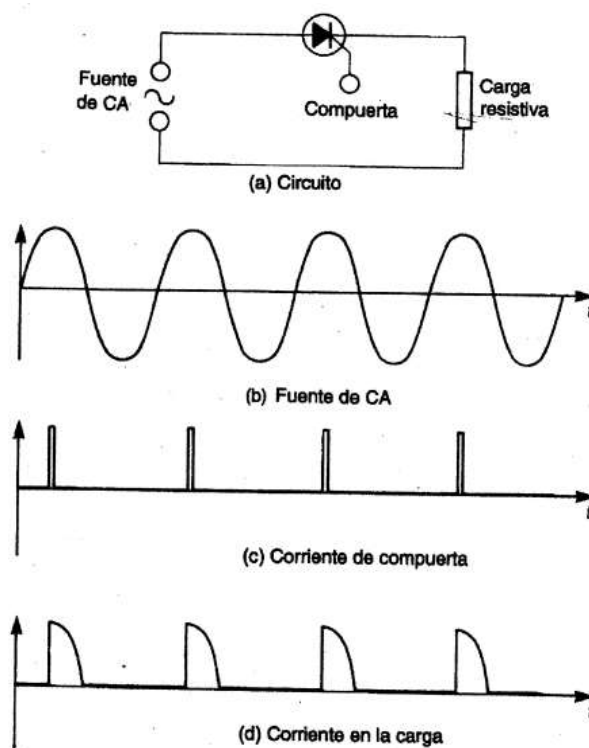

Figura 7.43 Uso de un tiristor en la regulación de la potencia de CA.
Aunque el tiristor se puede usar en aplicaciones de CD, se le encuentra con mayor frecuencia en reguladores de sistemas de CA. Considérese el circuito de la figura 7.43(a). Aquí un tiristor está conectado en serie con una carga resistiva a una fuente de CA. Circuitos externos perciben la forma de onda de la fuente, que aparece en la figura 7.43(b), y generan una serie de pulsos de disparo en la puerta, como muestra la figura 7.43(c). Cada pulso se encuentra en el mismo punto dentro de la fase de la fuente, de modo que el tiristor empieza a conducir (ON) en el mismo punto en cada ciclo, produciendo la forma de onda de salida que se muestra en la figura 7.43(d). En la ilustración, el tiristor se dispara más o menos a la mitad del semiciclo positivo de la fuente y por lo tanto se encuentra conduciendo (ON) durante un cuarto de ciclo, aproximadamente.